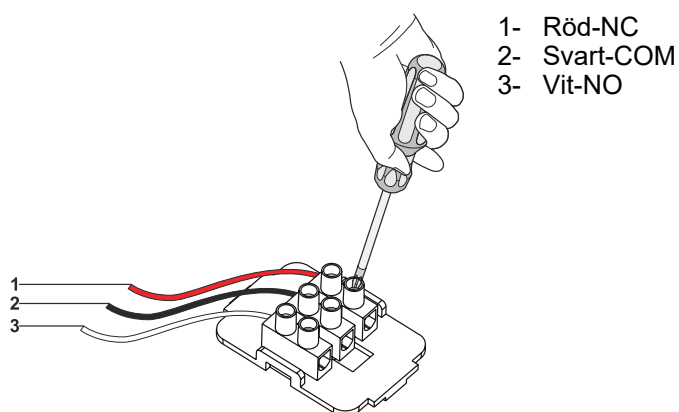

Fig. 16
- 1. ➔ **NC / COM:** När dessa 2 anslutningar används och fläkten stängs av kommer fläkten skicka en signal till den anslutna enheten (Fig. 16).
- 2. ➔ **NO / COM:** När dessa 2 anslutningar används och fläkten sätts på kommer fläkten skicka en signal till den anslutna enheten (Fig. 16).